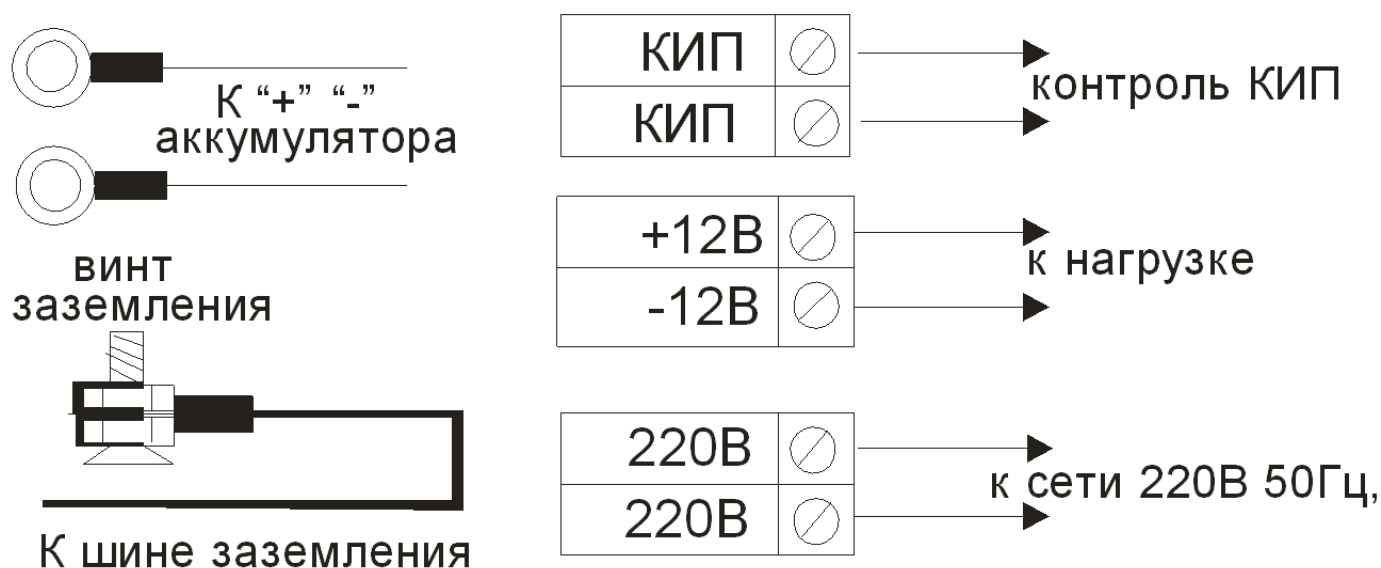

Рис.1
• установите аккумуляторы, выполните подключение нагрузки, шлейфа КИП, и аккумуляторов согласно монтажной схеме (рис.1) с обязательным соблюдением полярности;